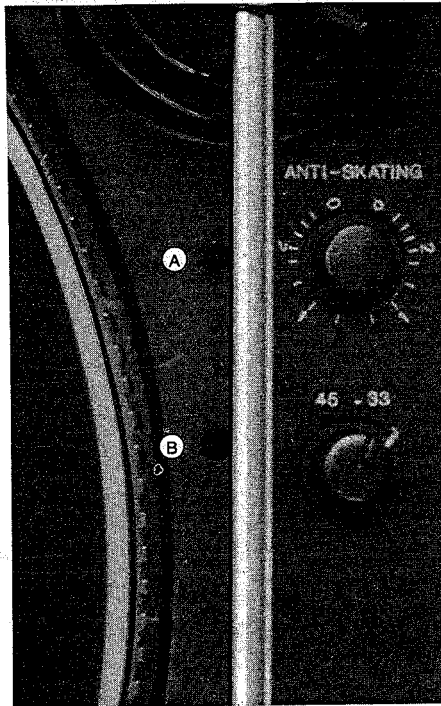

Abb. 4
11. Justage der Tonarmliftheöhe (Abb. 4)
12. Justage des Tonarmaufsetzpunktes (Abb. 4)